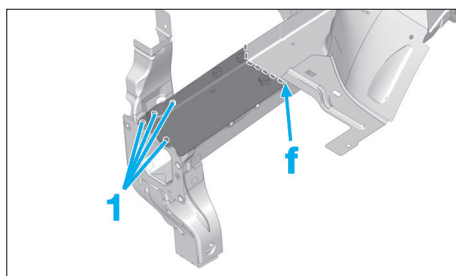

FIG. 26
- par cordon MAG zone (f) (Fig.26).
- par points bouchons les points (1),